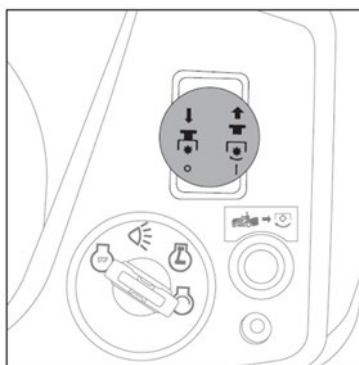

Fig.20
3. Per disinnestare le lame, spingere la leva verso il basso fino alla posizione disinnestata/disinserita. (Fig.20)